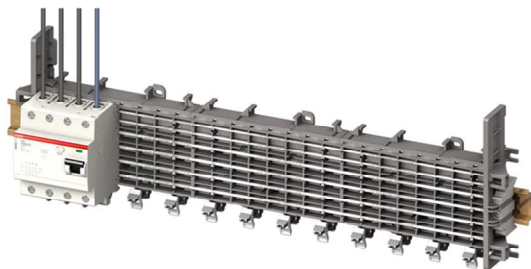

Рис. 10. Поддача питания на основные шины через верхние клеммы УЗО
Через защитный вводной аппарат (МВВ, УЗО (рис. 10) или же ВН) возможно подключение только к основным шинам (L1, L2, L3, N); подача же питания на вспомогательные шины (LA и LB) осуществляется через дополнительно устанавливаемые клеммные терминалы.
- с *верхними* клеммами УЗО (рис. 10) или ВН (данный вариант подвода питания обеспечивает шинам и всем последующим установленным электрическим аппаратам защиту от токов утечки);